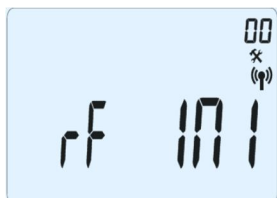

Fig. 25
- 1) appuyer sur et garder enfoncée pendant 5 sec la touche édition (▶). La page écran du premier paramètre s'affichera comme illustré sur la Fig. 25.